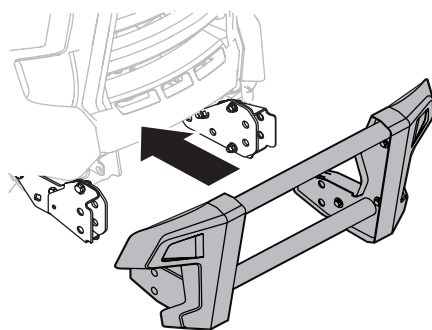

Figura 16
- Alinee el conjunto de la protección del cepillo con los soportes FastAttach™ y empuje todo el conjunto. Consulte la Figura 16.